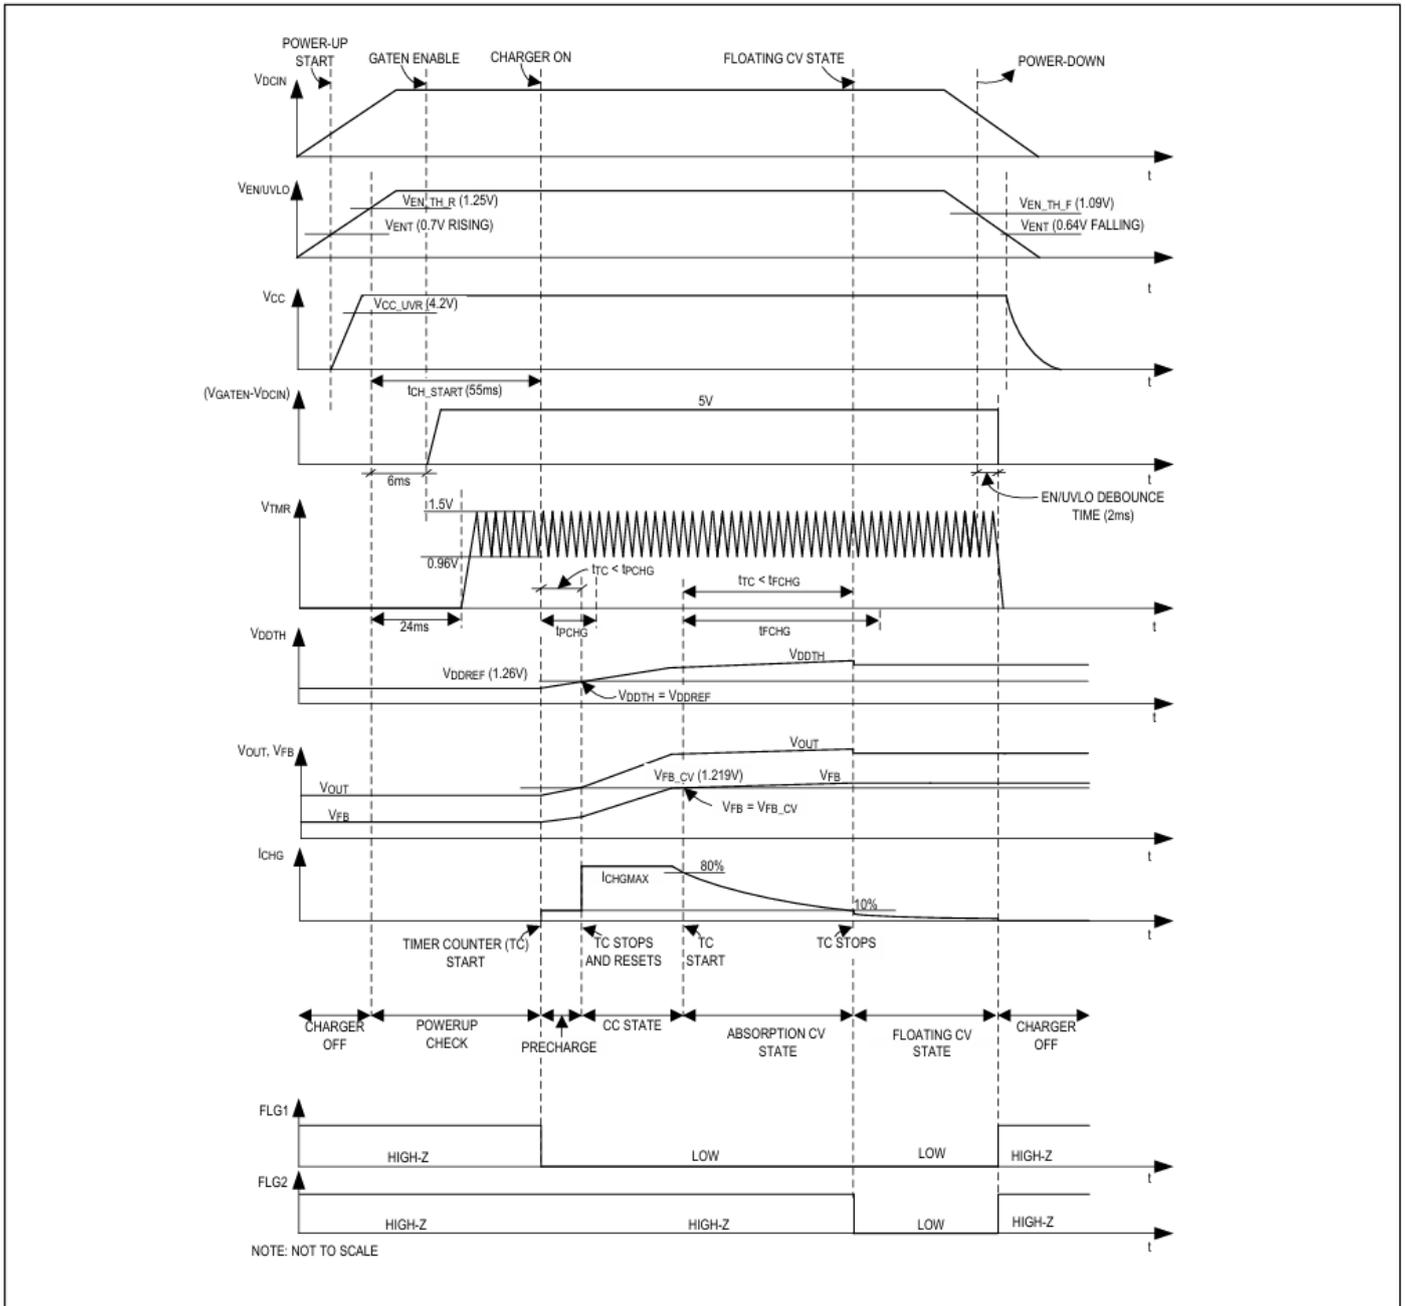
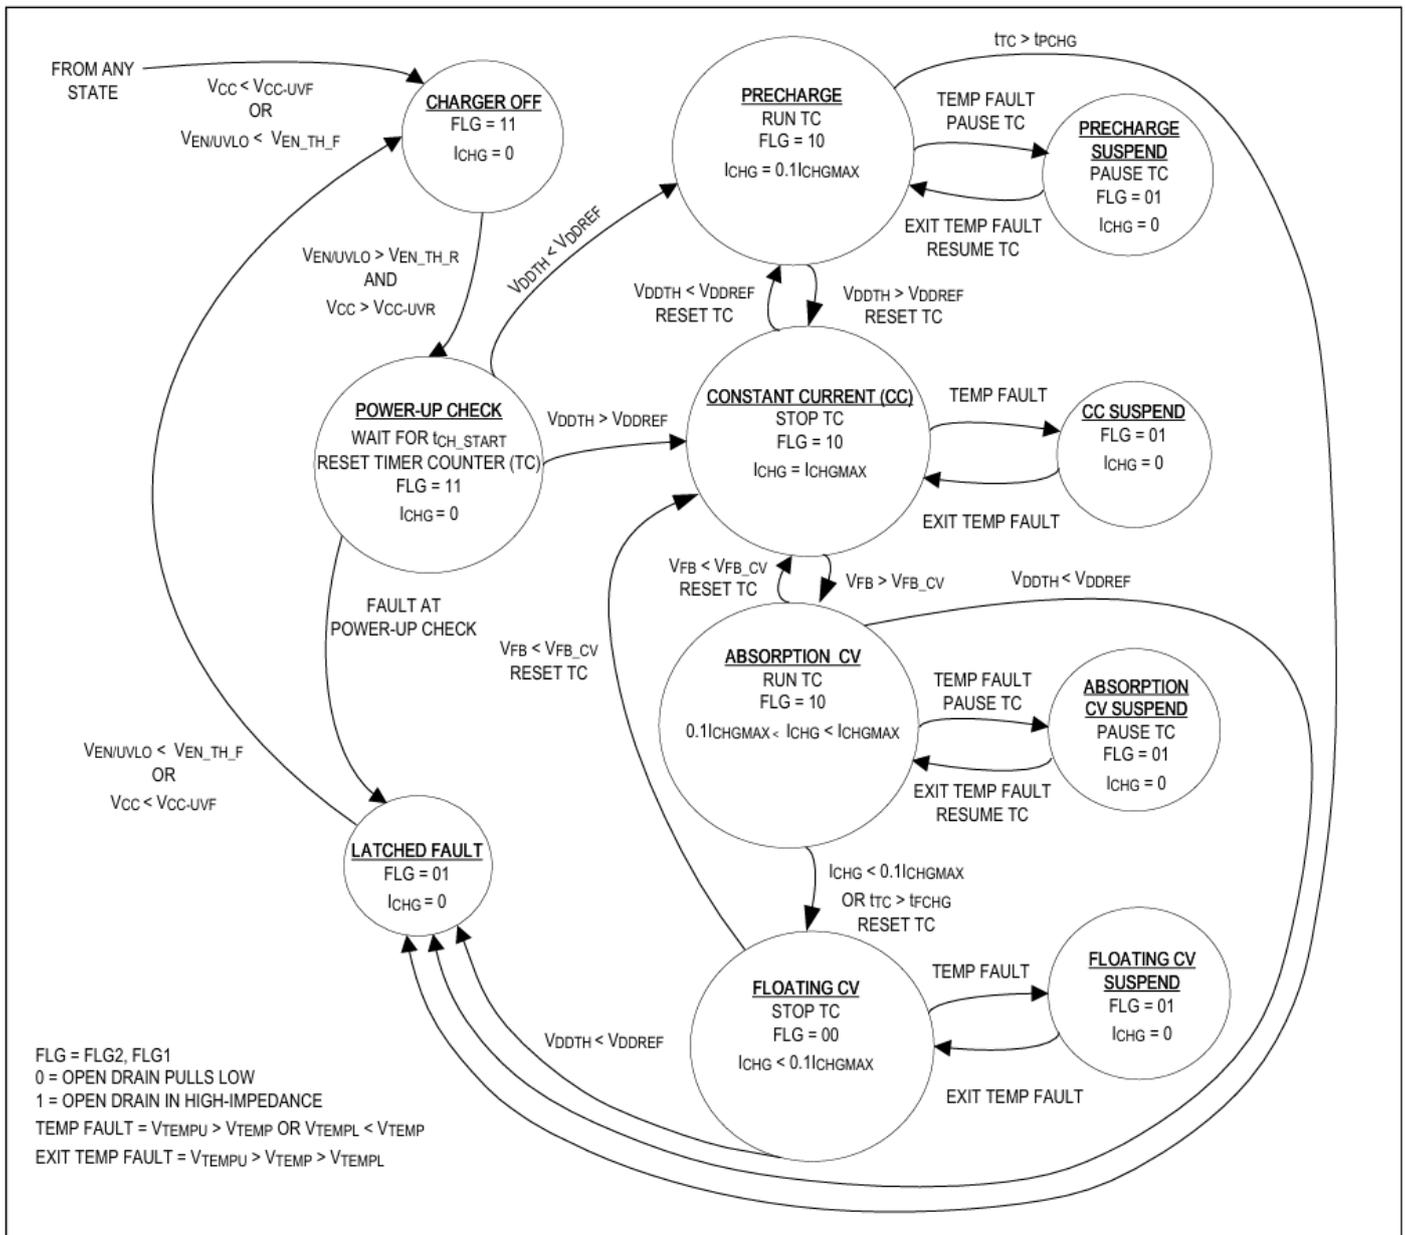

図2. チャージャのパワーアップ/パワーダウン・シーケンスと鉛蓄電池の充電サイクル
図3. チャージャ状態図
図2に、DCIN電圧が印加/除去された場合のMAX17702のパワーアップ/パワーダウン・シーケンスと、鉛蓄電池の充電サイクルを示します。図3にMAX17702のチャージャ状態図を示します。MAX17702は、鉛蓄電池を充電するために、プリチャージ状態、定電流 (CC) 状態、アブソープ定電圧 (CV) 状態、フロート定電圧状態が可能です。